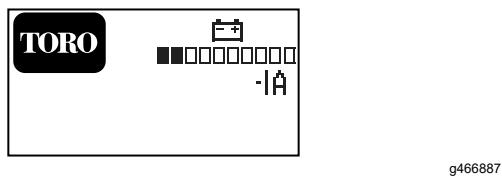

Figura 26
- **Pantalla de operación (Figura 26):** Muestra el estado de carga de la batería y otra información